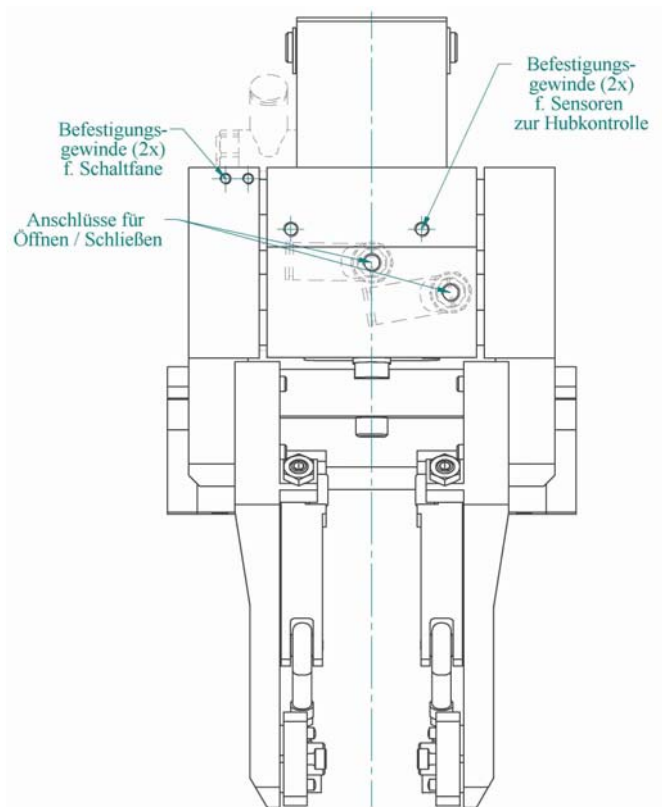

Bild 3
6. Die Wegekontrolle anbringen und einstellen. Siehe Bild 3.